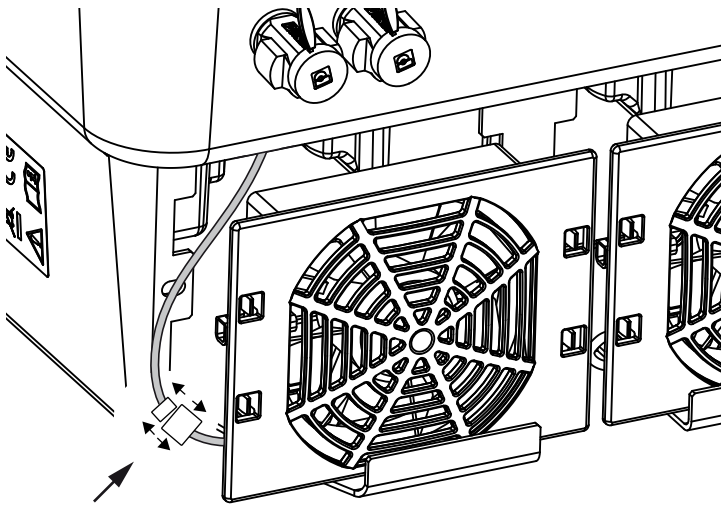

Abb. 64: Lüfterkabel abziehen
4. Lüftereinheit aus dem Gehäuse vollständig herausziehen. Dazu Steckverbindung des Lüfterkabels trennen. **Abb. 64**